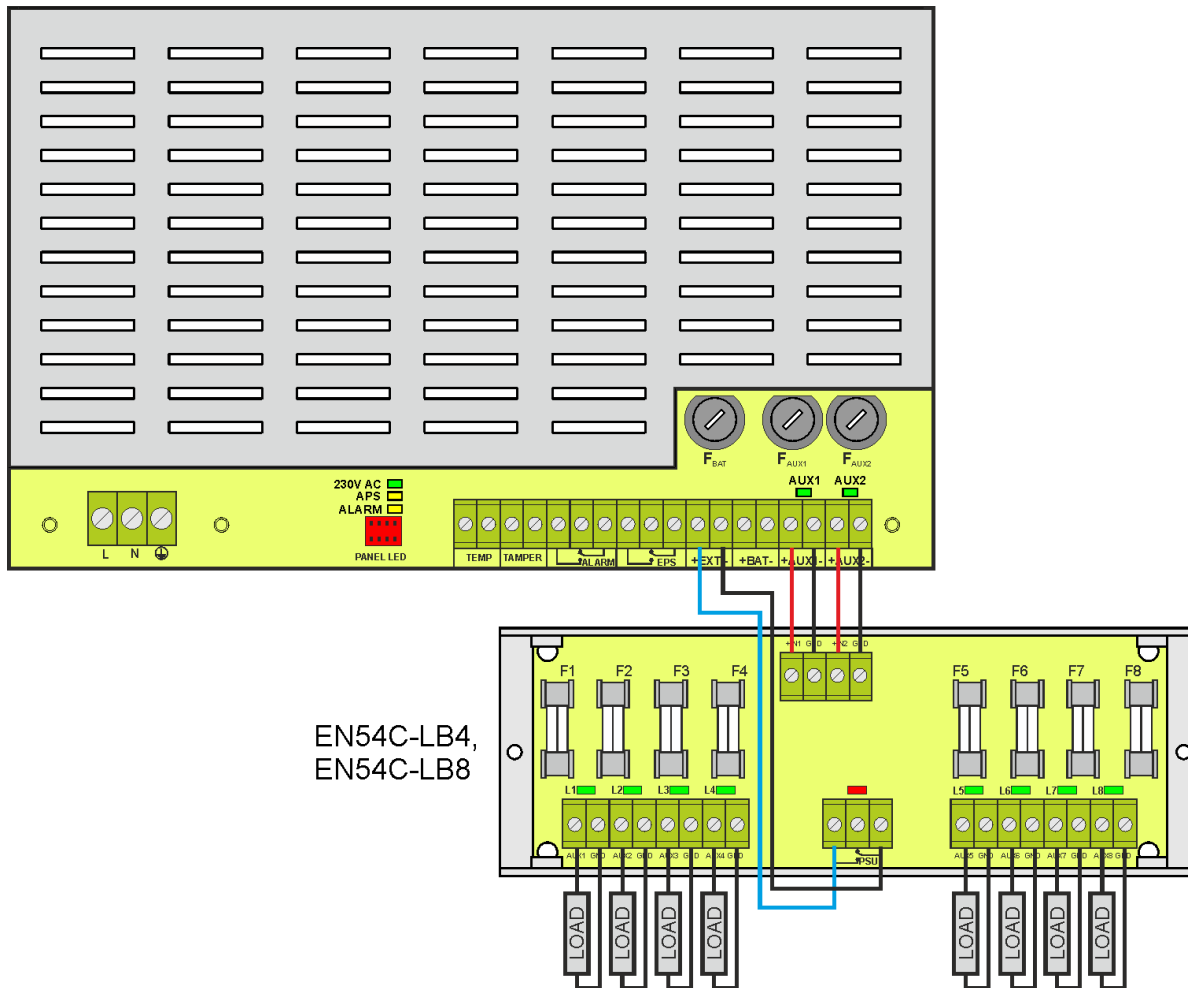

Abb. 11. Beispiel der Verbindung mit der Sicherungsleiste EN54C-LB8.
- Umschaltung des Relaisausgangs PSU in spannungslosen Zustand (Kontakte wie auf der Abbildung 11)